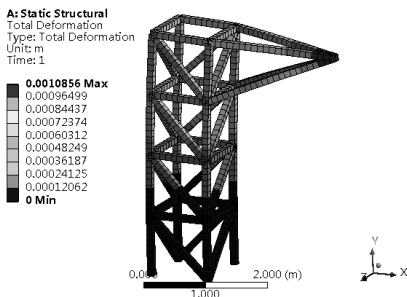

图 5-82 总变形分析云图
Step4：选择 Outline（分析树）中 Solution（A6）下的 Total Deformation（总变形）选项，此时会出现如图 5-82 所示的总变形分析云图。